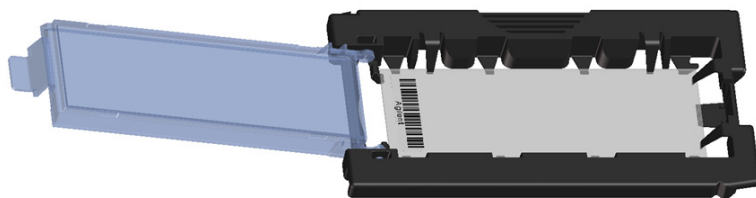

Abbildung 40 In Objektträgerhalter eingelegter Objektträger
- d Senken Sie den Objektträger behutsam in den Objektträgerhalter ab. Siehe Abbildung 40.